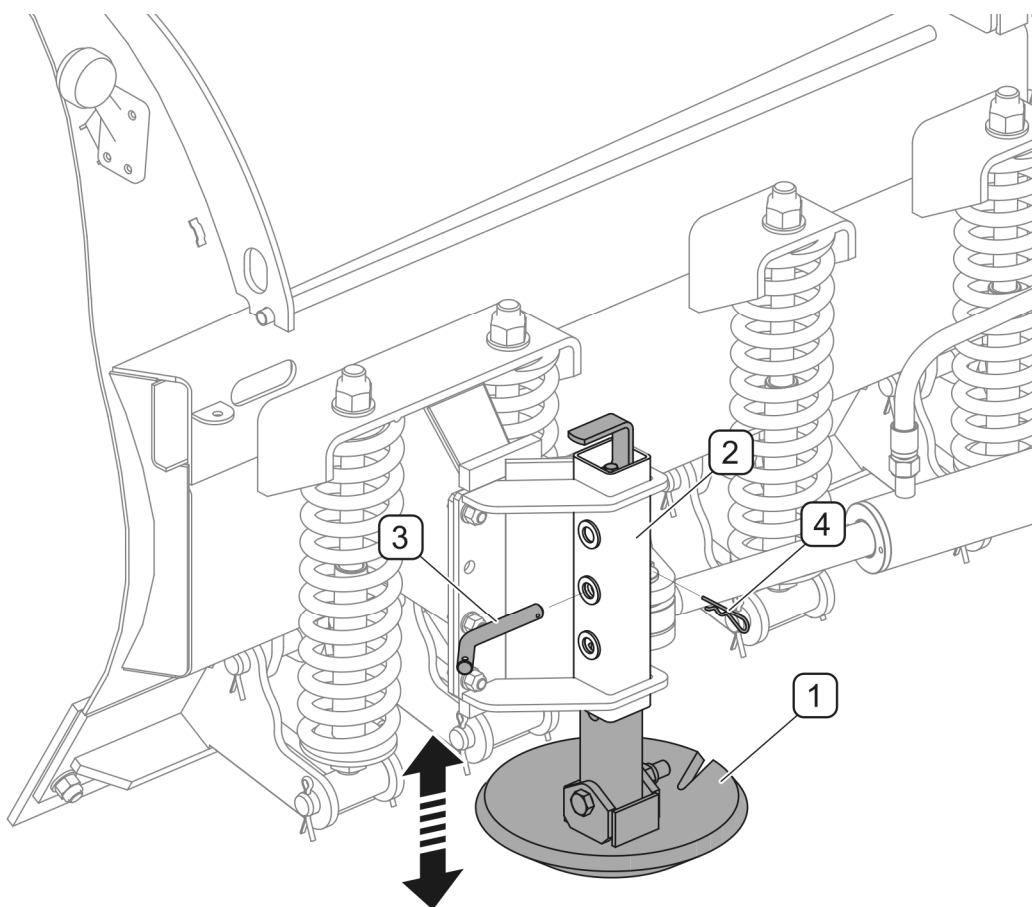

FIG 4.7 Justering af driftshøjde på plove forsynet med glideplader
(1) - glideplade; (2) - glidepladens føring; (3) - tværsplit; (4) - sikringssplit
I tilfælde af plove forsynet med glideplader (FIG 4.7) justeres driftshøjde ved at frigøre tværsplitten (4) og skubbe glidepladen (1) anbragt i føringen (2) korrekt ud eller ind. Placering af glidepladen i føringen kan ændres hver 7 mm ved at gøre brug af et af de tre huller i føringen. Efter, at den ønskede højde er opnået sikres glidepladerne vha. en tværsplit (3) og en fjedersplit (4). Glideplader på det højre og venstre klapskær skal være skubbet ud i samme højde.